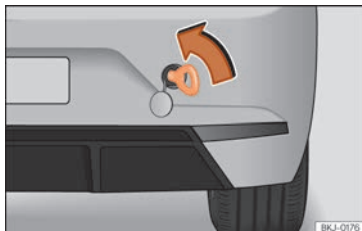

Fig. 48 Pare-chocs arrière droit : œillet de remorquage vissé
- Vissez l'œillet de remorquage dans le logement en le faisant tourner au maximum **dans le sens inverse des aiguilles d'une montre** »» fig. 48 »» ❶. Utilisez un objet approprié pour visser fermement et entièrement l'œillet de remorquage dans son logement.
❶ ATTENTION